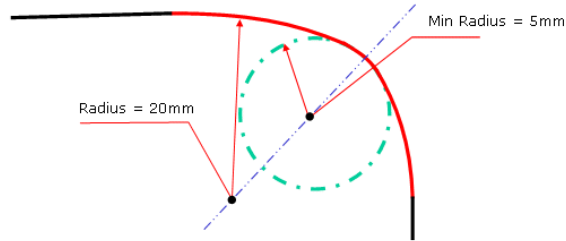

Figura 2.95 Ejemplo True min. Rad.
- **Min. Radius:** solo está disponible para “Variant - Flange” y con continuidad G2. Se define un radio mínimo para toda la longitud del redondeo como se ve en la Figura 2.95. También se almacena en el árbol.